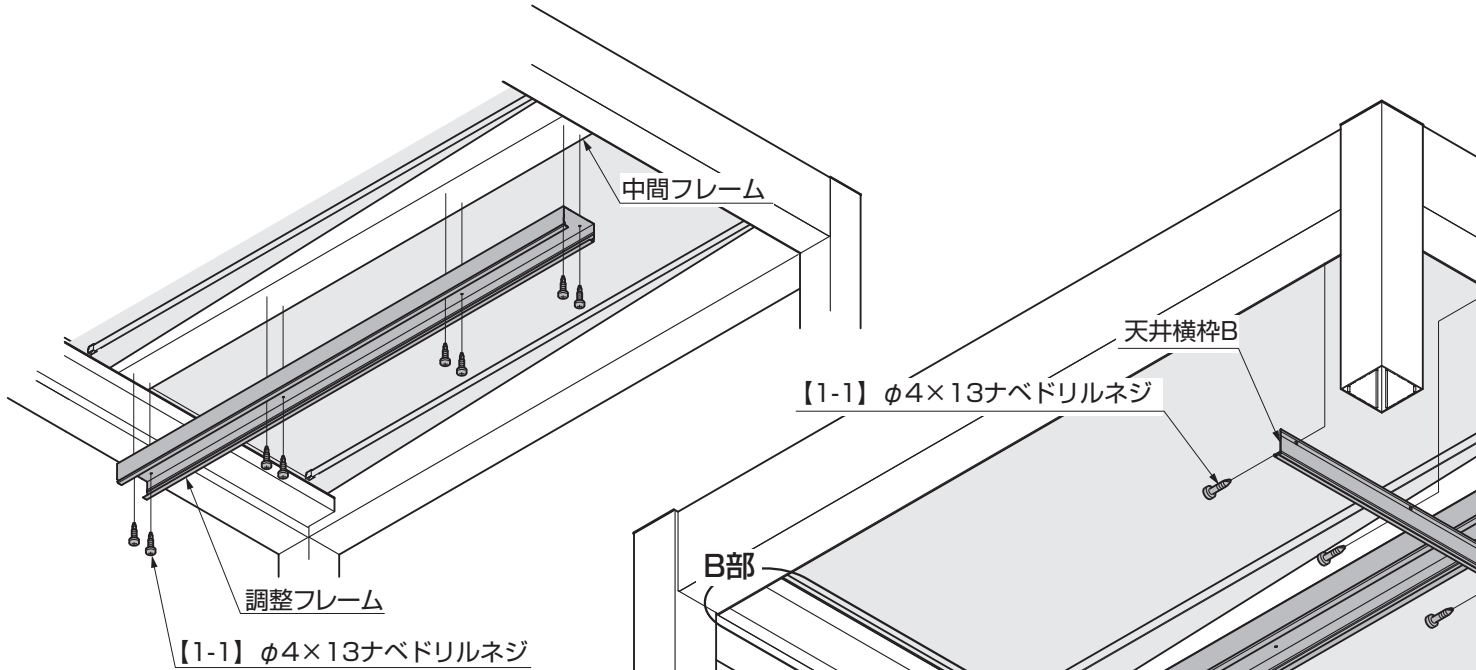

図4-1 2スパン以上の場合
- ① 2スパン以上取付けの場合は、調整フレームを中間フレームに【1-1】で取付けてください。(図4-1参照)